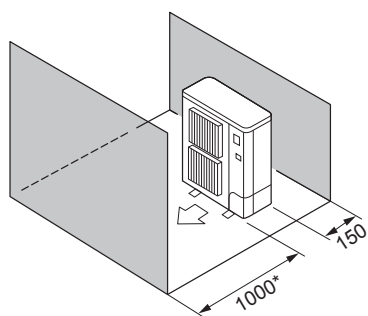

Fig. 2-7
- ⑤ Перешкоди лише спереду та ззаду (Fig. 2-7)